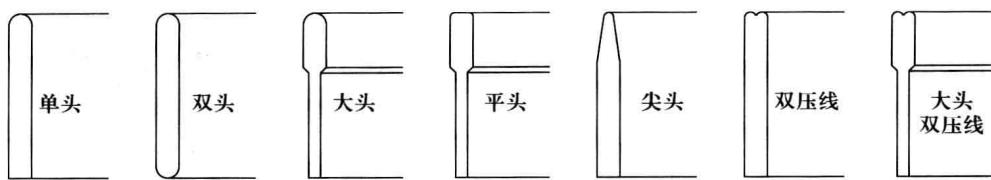

图 1-10 压痕钢线剖面形状
(3) 压痕钢线依据剖面形状分类可分为单头线、双头线、大头线、平头线、尖头线、双压线、大头双压线，如图 1-10 所示。
(4) 对于压痕线宽度的选择，一般有如下原则：
①只要纸张纤维许可，压痕越细，产品成型效果越佳；
②一般在翻折 180°处所用压痕线要宽于他处；
③一般双压线及大头双压线多用于塑料和瓦楞纸的模切压痕。